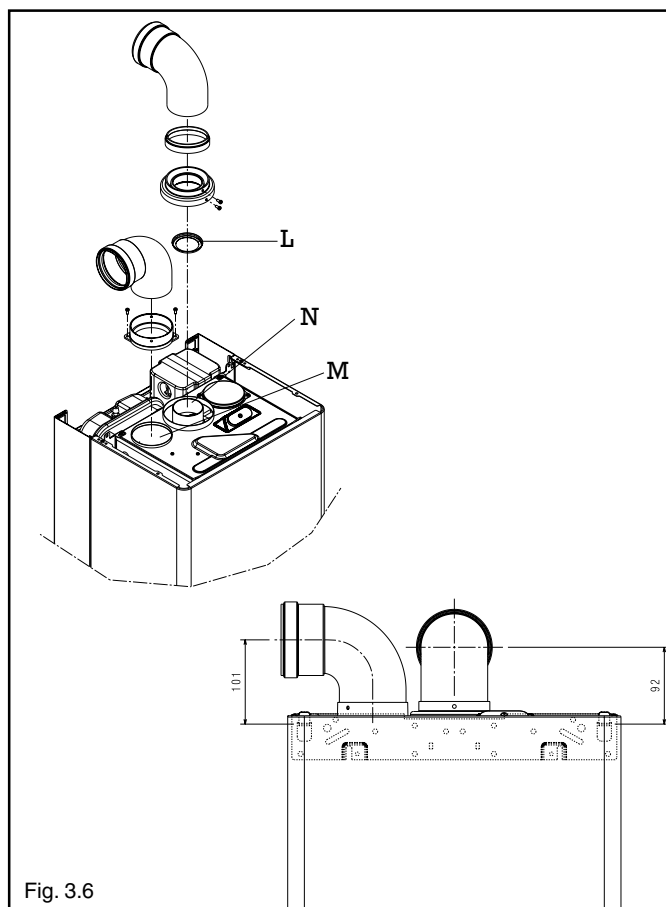

Fig. 3.6
Las descargas desdobladas pueden estar orientadas en la dirección que mejor se adapte a las exigencias del local. El conducto de descarga de los productos de la combustión (N) se indica en la fig. 3.6.